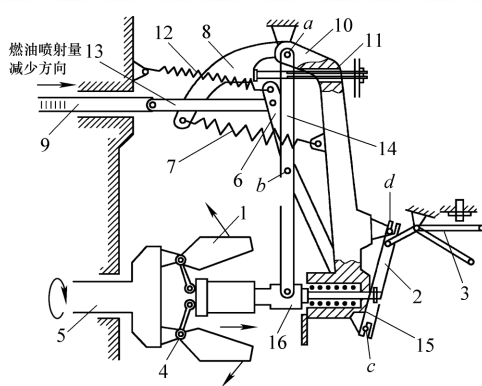

图 7-26 最高转速工作情况
③ 中速供油量控制。踩下加速踏板，控制杠杆逆时针转动，齿条左移增加供油量，发动机转速上升，飞块离心力增大，滑套右移将怠速弹簧压缩到极限。此后驾驶员继续踩下油门踏板，发动机在怠速和额定转速间变化时，飞块保持在固定开度不变，销轴 b 位置不在变化，调速器不再对油量进行调节，供油量大小只由油门踏板深度决定；控制杠杆位置与齿条位置一一对应。
④ 最高转速时的供油量控制。如图 7-26 所示，当转速达到最高转速时，飞块的离心力与调速弹簧之间的受力平衡被打破，飞块的离心力大于调速器弹簧的弹力，飞块在中速时的位置基础上继续张开，拉力杠杆在飞块离心力作用下绕着销轴 a 逆时针转动、通过杆件带动齿条右移，供油量减小，发动机的转速上升势头被遏制。当转速超过额定转速 200r/min 左右时，齿条将右移至停油位置。